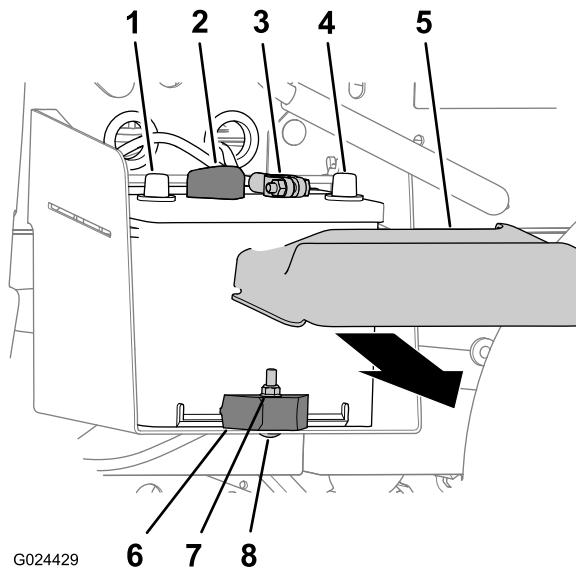

Figura 49
- Apriete los lados de la tapa de la batería y retire la tapa de la parte superior de la batería (Figura 49).
- Desconecte el cable negativo de la batería del borne de la batería (Figura 49).
- Desconecte el cable positivo de la batería del borne de la batería (Figura 49).
- Retire la contratuerca, el perno de cuello cuadrado y la abrazadera que sujetan la batería a la bandeja de la batería (Figura 49).
- Retire la batería de su bandeja (Figura 49).
- Alinee la batería con la bandeja de la batería de la máquina (Figura 49).
**Nota:** Asegúrese de que los bornes positivo y negativo de la batería están alineados según se muestra en Figura 49.
- Sujete la batería a la bandeja de la batería con la abrazadera, el perno de cuello cuadrado y la contratuerca (Figura 49).
- Conecte el cable positivo de la batería al borne de la batería (Figura 49).
- Conecte el cable negativo de la batería al borne de la batería (Figura 49).
- Instale la tapa de la batería en la parte superior de la batería (Figura 49).